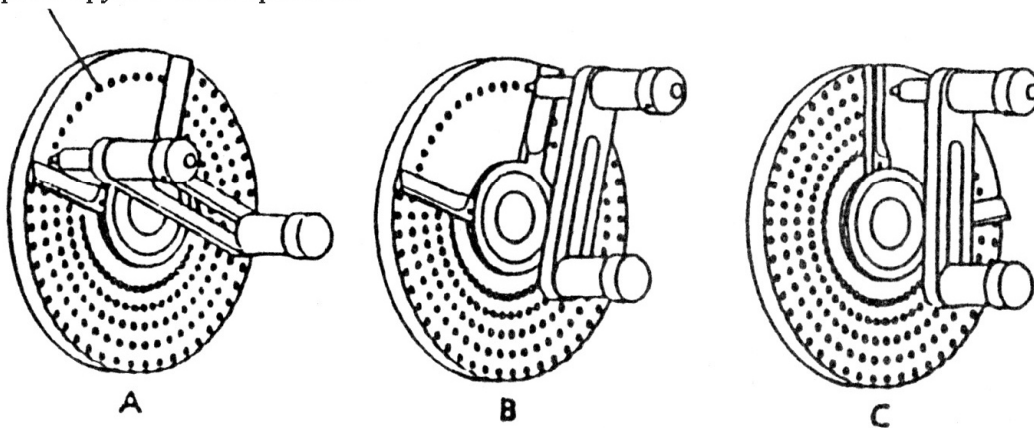
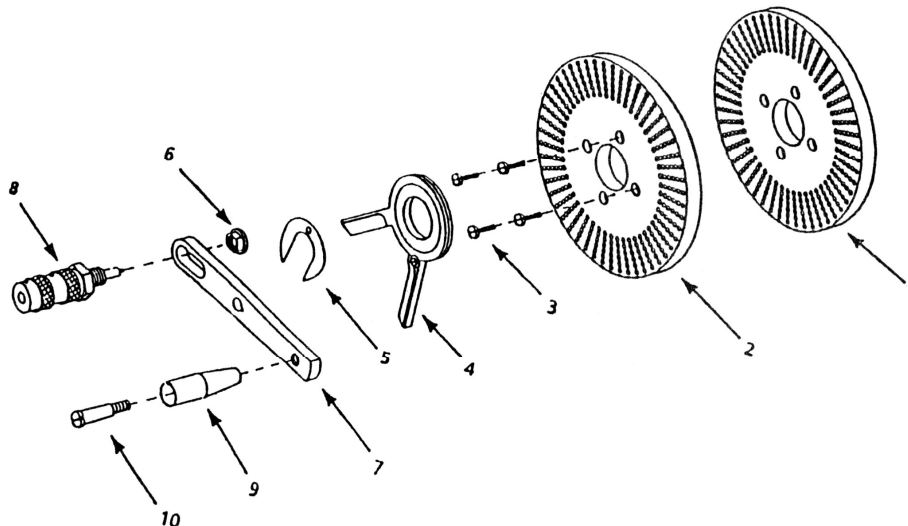

Рис. 2 - Кольцевые отверстия
Рис. 3 - Сменные части
III. Конструкция и инструкция по эксплуатации * (см. Рис. 2, Рис. 3)
Делительный диск (Рис. 2)
Для установки делительного диска на поворотный стол, снимите рукоятку (№ 14). Прикрутите необходимый делительный диск (№ 20) к воротку, используя 4 винта (№ 3 на Рис. 3). Оденьте сектор (№ 4 на рис. 3) на вал червячной передачи и на эксцентриковую муфту с выкрученным винтом сектора. Зафиксируйте сектор, посредством пружинной шайбы (№ 5 на рис. 3) надвинув ее на сектор и зафиксировав в пазе на эксцентриковой муфте. Оденьте плечо кривошипа (№ 7 на рис. 3) на конец вала червячной передачи и закрепите с помощью гайки через гроверную шайбу. Расположите ограничители сектора так, чтобы между ограничителями сектора было точно 11 отверстий на круге с 46 отверстиями (См. Рис. 2). Закрутите винт сектора.
1. Вращать сектор необходимо так, чтобы ограничители сектора были напротив плунжера, как показано на рис. 2А
2. Вращать плунжер по часовой стрелке 5 полных вращений и 10/46 вращения полного вращения между ограничителями сектора, как показано на рис. 2В.
3. Вращать сектор по часовой стрелке так чтобы первый ограничитель сектора оказался напротив плунжера как показано на рис. 2С. Повторите шаги 1, 2 и 3 для каждого деления. Даже для деления на 120 частей, просто вращайте плечо кривошипа необходимое количество полных оборотов, используя одно и то же отверстие на любой пластине.